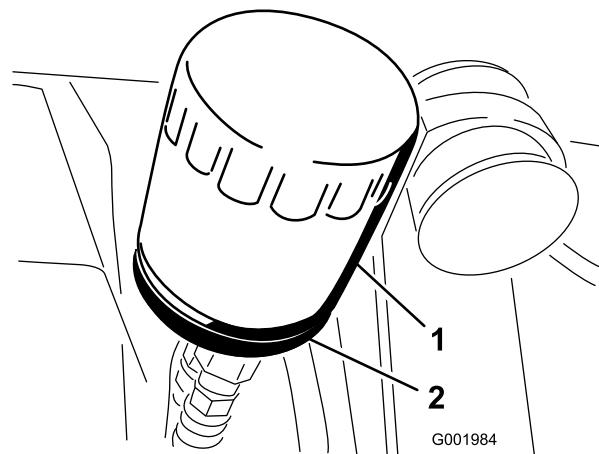

図 47
2. オイルフィルタ(図 47)を外す。
じ込み、そこから更に 1/2 回転増し締めする（図 47）。